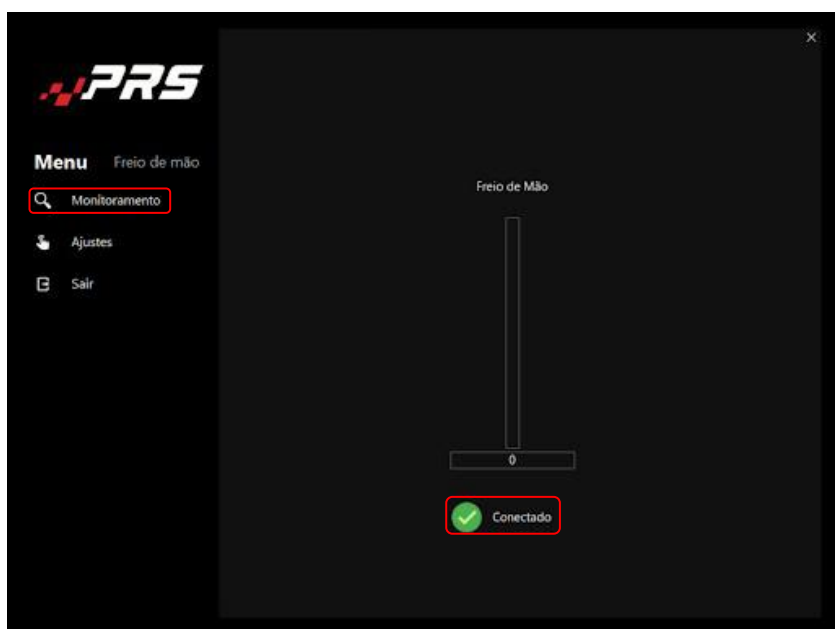

Figura 7
(3) Zona morta inferior: Regula a chamada “dead zone”. Se na tela de configuração de seu freio de mão (**Página 8, Figura 7**), o valor não estiver em **0%**, você pode aumentar o valor da configuração gradativamente, até o valor zerar.